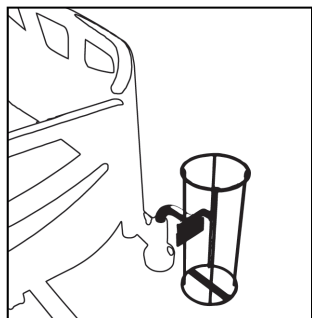
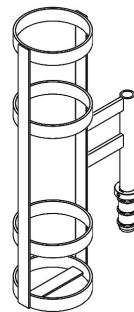

Рисунок 27 – Установка держателя кислородного баллона (MM006)
Рисунок 28 – Установка держателя кислородного баллона (MM061/MM062/MM063)
1. Вставьте держатель для кислородного баллона в одно из двух гнезд для принадлежностей со стороны головного конца (Рисунок 27, Рисунок 28).